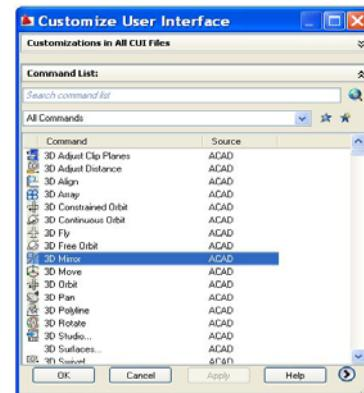

Figura 1.1.5
- adăugarea unei comenzi se realizează, după selecția acestei opțiuni din meniu, prin selecția unei comenzi din fereastra **Customise User Interface (CUI)**, figura 1.1.5 și tragerea icoanei spre zona barei **Quick Access Toolbar**, urmat eliberarea butonului mouse și de finalizarea